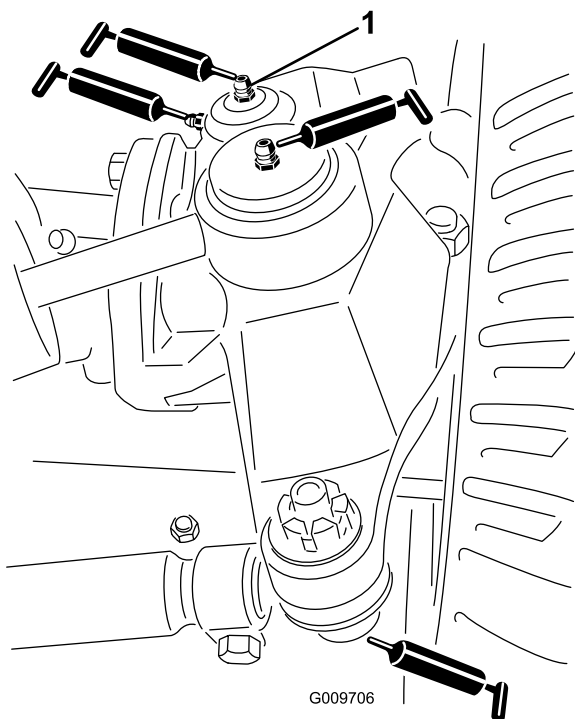

Figure 77
- Rotules de vérin de direction (2), comme montré à la Figure 77.
- Rotules de biellette de direction (2), comme montré à la Figure 77.
- Bagues de pivot de fusée (2), comme montré à la Figure 77.